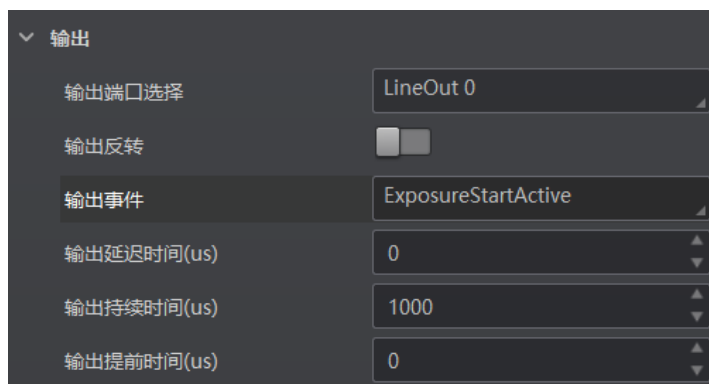

图4-63 曝光开始
- 当输出事件源选择“Exposure Start Active”时，除输出信号的延迟时间和持续时间参数外，还可以设置输出提前时间。输出提前时间为输出信号提前输出的时间，如图 4-63 所示。